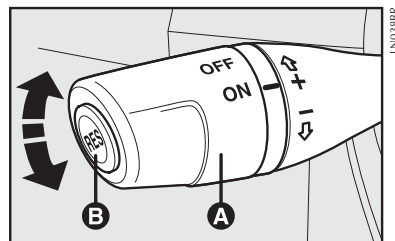

fig. 61
### MANDOS fig. 61
El regulador de velocidad se activa o desactiva mediante la palanca **A**-fig. 61.
**1)** desactivando el dispositivo (por ejemplo, pisando el pedal del freno) y luego, memorizando la nueva velocidad colocando la palanca **A-fig. 61** en la posición **(+)** durante tres segundos como mínimo);